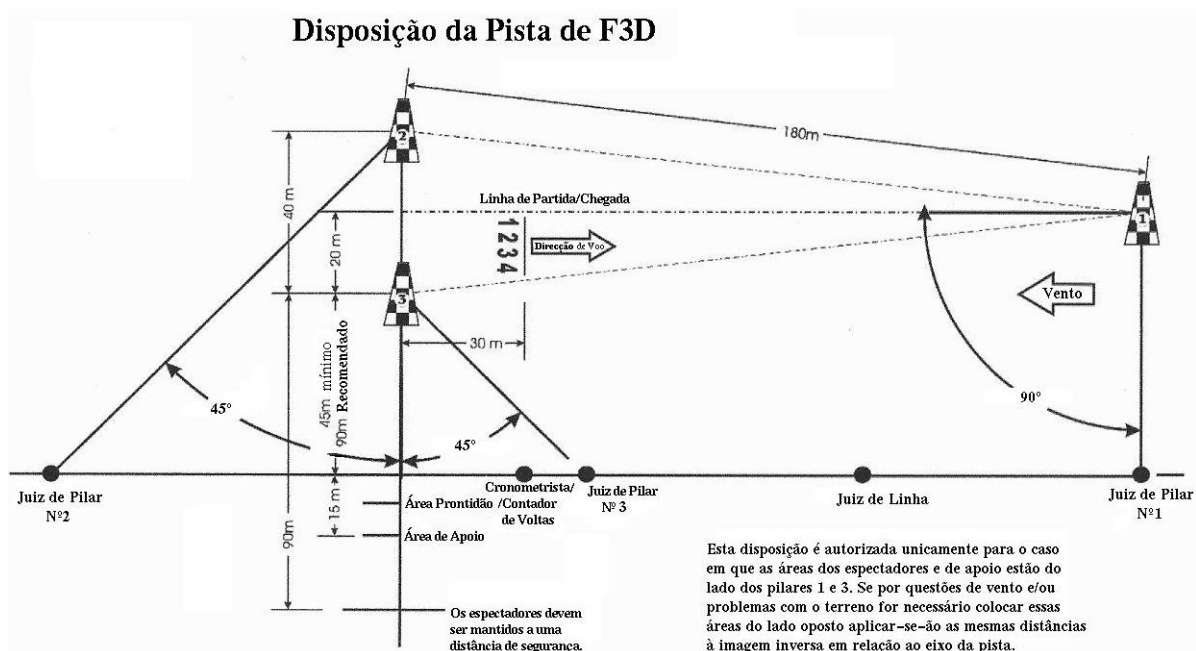

Figura 1: Especificação da Pista de Corridas
Na linha de partida/chegada será colocado um sinal, activado electronicamente, para cada um dos concorrentes. Os juízes do pilar nº1 são responsáveis pela activação desses sinais. Esses juízes deverão assinalar para cada um dos concorrentes a altura em que o respectivo aeromodelo tenha passado o pilar nº1. Os juízes do pilar nº1 posicionar-se-ão tal como é especificado na disposição da pista de F3D (ver Figura 1). A cada juiz será atribuída uma cor distinta, e o director da competição providenciará para que cada aeromodelo seja identificado por cada um dos juízes antes do começo de cada manga.
- 5.2.12.3 Nos pilares N^o2 e N^o3, o juiz de pilar posicionar-se-á de acordo com o especificado na disposição da pista de F3D (ver Figura 1).